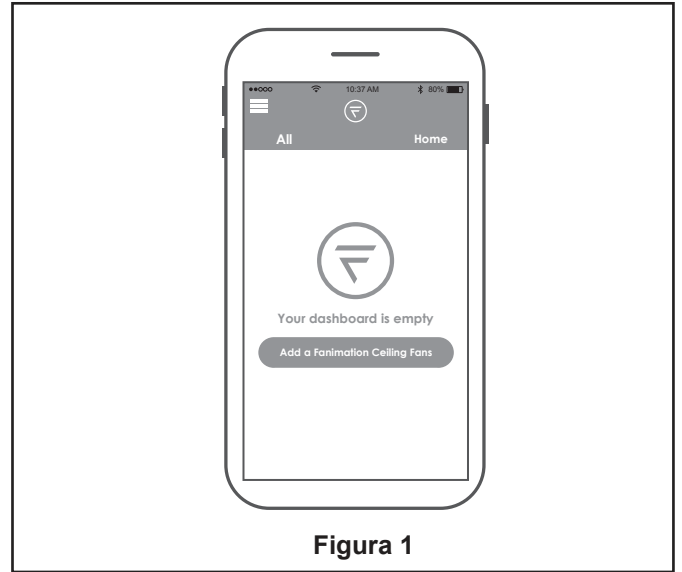

Figura 1
1. Visite el App Store de Apple o el Play Store de Google para descargarse la App gratuita fanSinc Wifi. Cree su cuenta Fanimation fanSync. (Figura 1)
- 1. Instalación de la placa de la pared:** (Figura 1)